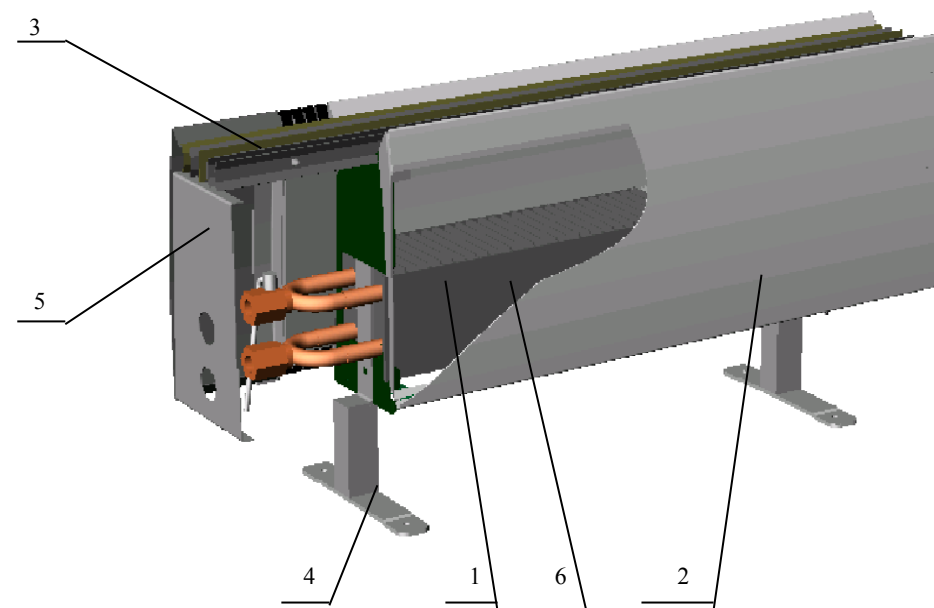

Рис.1
4.1. Конвектор состоит из следующих основных частей (Рис.1):